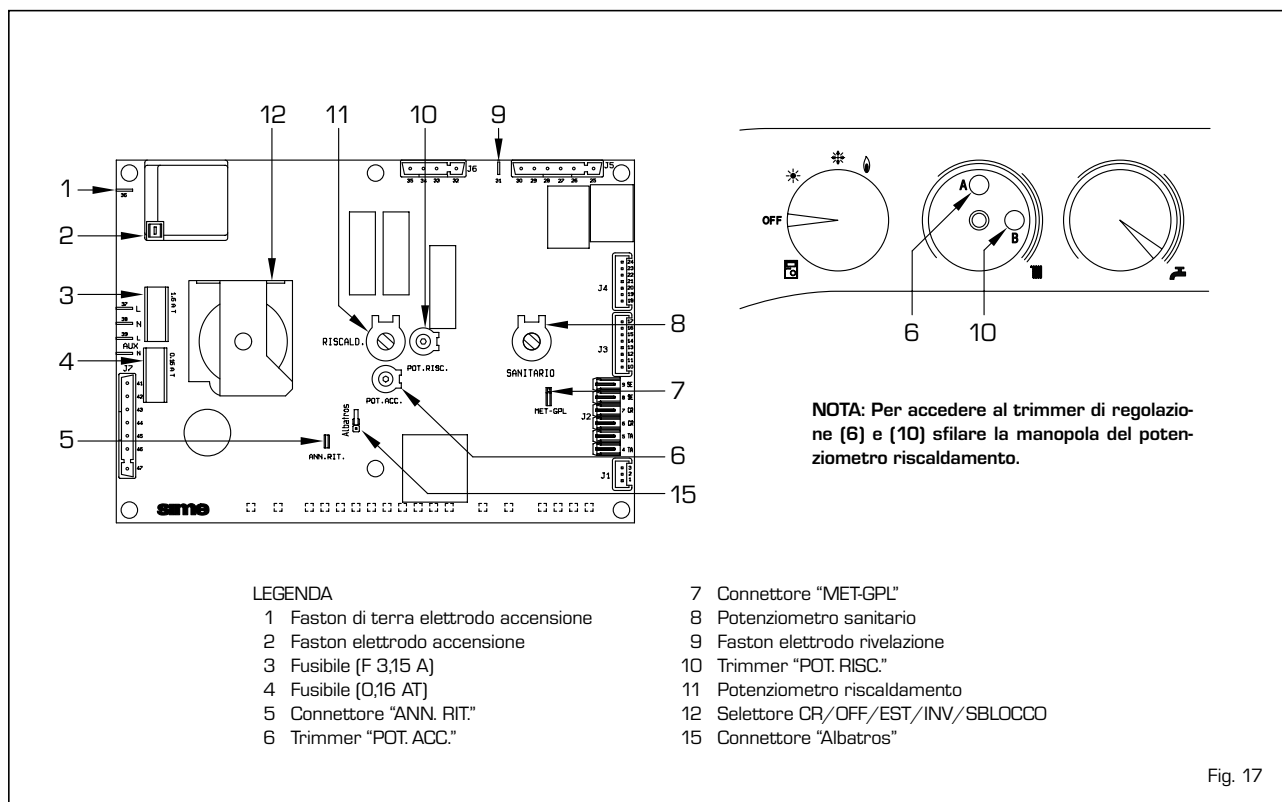

Fig. 17
- **Trimmer "POT. RISC."** (10 fig. 17)
- **Trimmer "POT. ACC."** (6 fig. 17)
- **Connettore "MET-GPL"** (7 fig. 17)
- **Connettore "ANN. RIT."** (5 fig. 17)
- **Connettore Modureg Sel.** (14 fig. 17)
- **Connettore "Albatros"** (15 fig. 17)
Per effettuare la regolazione della potenza riscaldamento, modificando la taratura di fabbrica il cui valore di potenza è intorno ai 16 kW, occorre operare con un cacciavite sul trimmer potenza riscaldamento (10 fig. 17). Per aumentare la pressione di lavoro ruotare il trimmer in senso orario, per diminuire la pressione ruotare il trimmer in senso antiorario.